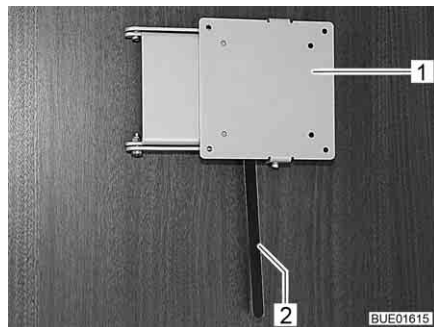

Fig. 100 Support avec levier de déverrouillage
- Pousser le levier de déverrouillage (Fig. 100,2) sur le côté et pivoter le support (Fig. 100,1) et l'écran plat pour les amener en position souhaitée.
- Pivoter l'écran plat en sens inverse, jusqu'à ce que le support (Fig. 100,1) s'enclenche dans le verrouillage.